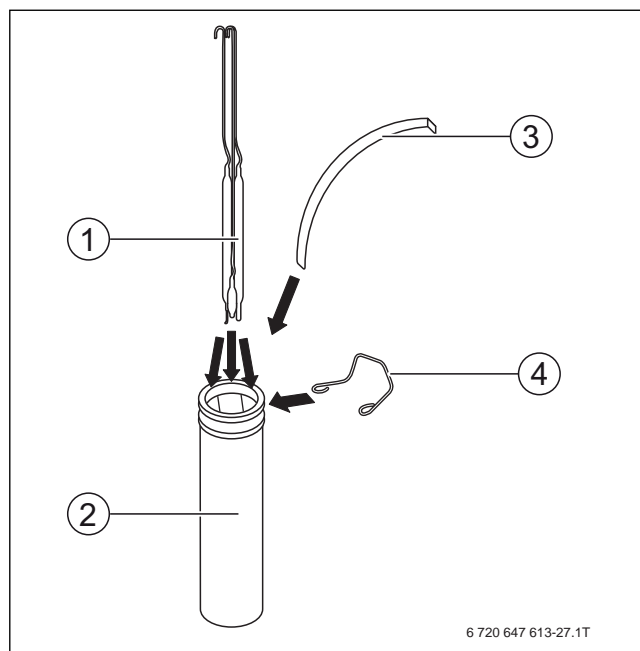

Рис. 31 Установка датчиков температуры
- ▶ Вставьте датчик температуры (→ рис. 31, [1]) до упора в дно погружной гильзы (→ рис. 31, [2]).
- ▶ Прижмите датчик температуры компенсационной пружиной (→ рис. 31, [3]) к стенке погружной гильзы.
- ▶ Закрепите датчик температуры крепежной пружиной (→ рис. 31, [4]).